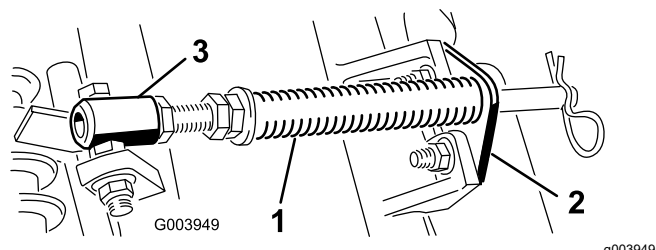

**Рисунок 9**
5. Убедитесь, что противовес (**Рисунок 9**) установлен с соответствующего конца режущего блока, как описано в *Руководстве по эксплуатации* режущего блока.